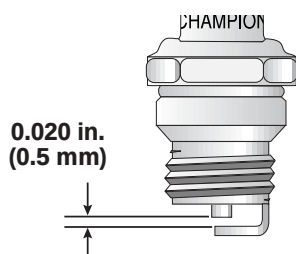

Fig. 40
3. Cambie las bujías que estén rajadas, sucias o deterioradas. Fije la separación de aire a 0,5 mm (0,020 pulgadas) utilizando un calibrador (Fig. 40).